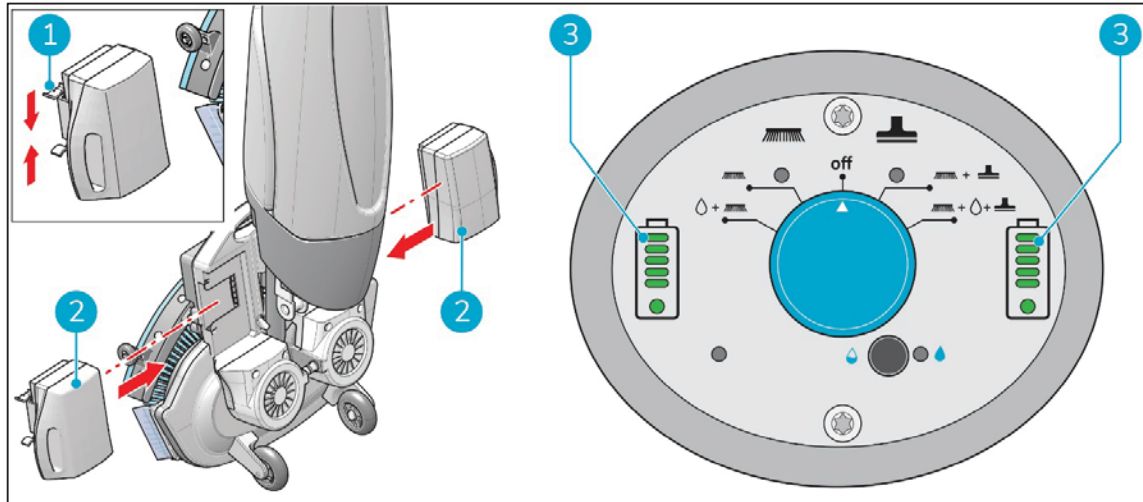

Figure 13
1. Placez la batterie à code bleu (Figure 13, pos 2) dans le logement de batterie bleu. Un clic indique que la batterie est verrouillée en place (Figure 13, pos 1).
3. Pendant le fonctionnement, les voyants de batterie (Figure 13, pos 3) sur le panneau de commande affichent l'autonomie restante.